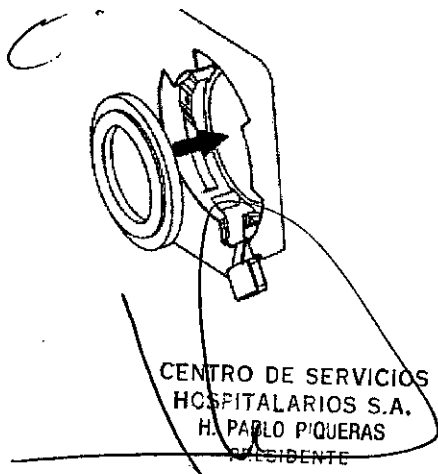

Figura 5-2
1. Ensamble el diafragma en el dispositivo, como se muestra en la Figura 5-2, este debe ir hacia el interior del ventilador, para impedir la deformación.